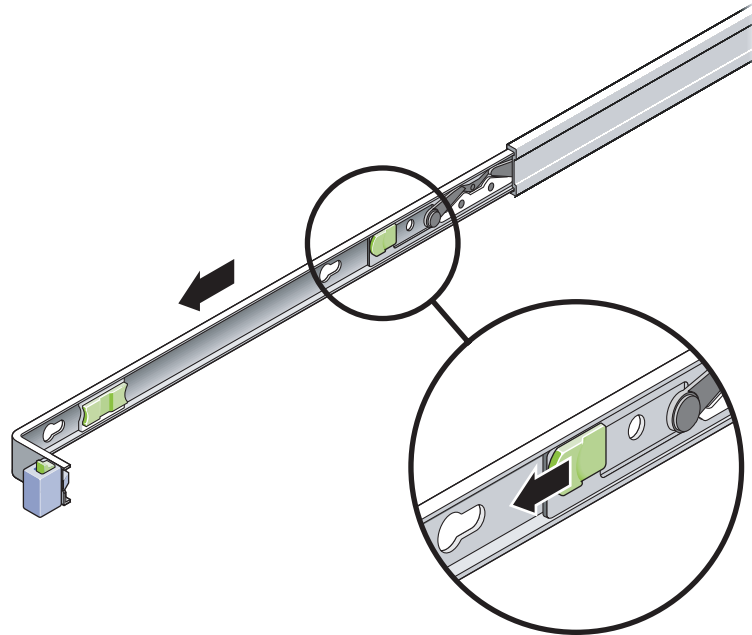

FIGURE 2-15 Emplacement du bouton de dégagement du support de montage
- c. Faites glisser le bouton de dégagement du support de montage dans le sens indiqué dans la FIGURE 2-15 puis faites glisser le support de montage hors du rail coulissant.